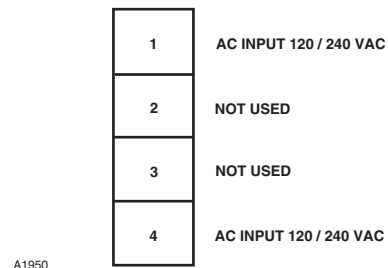

Abbildung 3-20 - J3: Anschluss AC-Eingang
- Ein zweiadriges Kabel zwischen dem AC-Eingang der Spannungsversorgung und den Klemmen 1 und 4 von J3 (AC-Eingangs-Klemmleiste der Spannungsversorgungsüberwachung) anschließen. Siehe Abbildung 3-20.